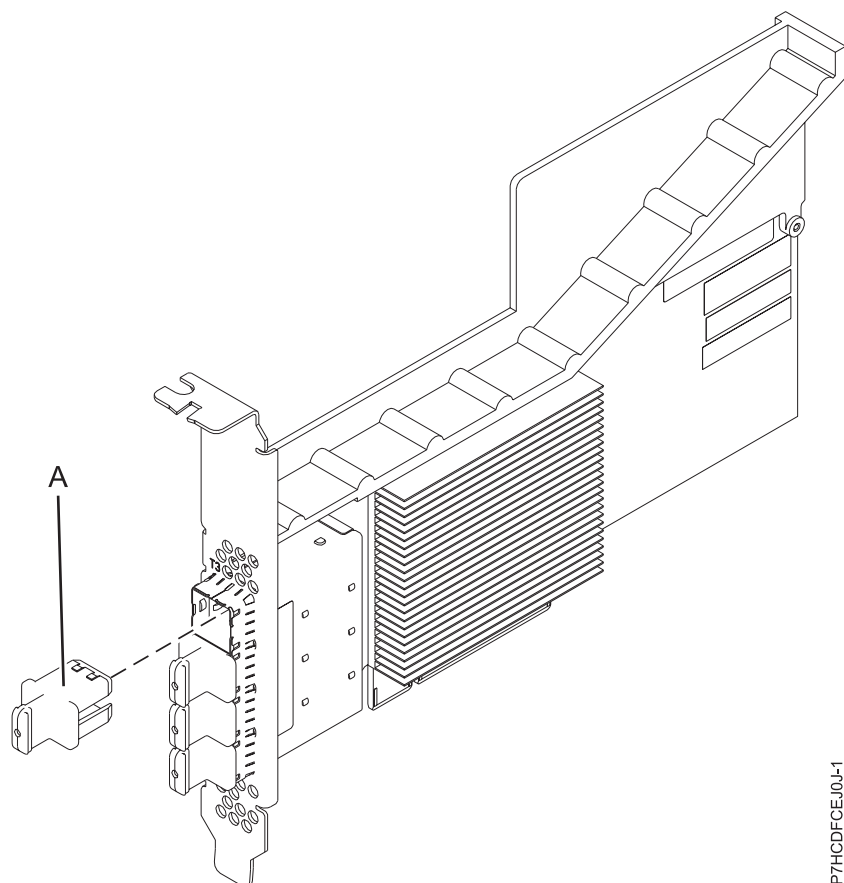

Figura 19. Adaptador de porta PCIe3 4 x8 SAS
O adaptador de porta PCIe3 4 x8 SAS é um adaptador PCI Express PCIe, de terceira geração, RAID SAS que possui um low profile, fator de forma curto, mas oferecido para instalação full height. O adaptador é usado em aplicativos serial attached SCSI (SAS) de alto desempenho e alta densidade. Ele suporta a conexão de DVD SAS ou fita SAS usando quatro mini conectores SAS x4 de alta densidade (HD) que permitem que os links físicos sejam usados em várias configurações de portas estreitas e amplas. A conexão de fita SAS é suportada somente em uma configuração de adaptador único e não pode ser combinada com o disco SAS no mesmo adaptador. O adaptador não possui cache de gravação. Figura 19 na página 55 mostra o adaptador de porta PCIe3 4 x8 SAS.
O Figura 19 mostra o adaptador.O plugue do conector (A) está instalado em uma porta vazia e evita danos a essa porta sempre que um cabo para os conectores de porta adjacente é plugado ou removido.